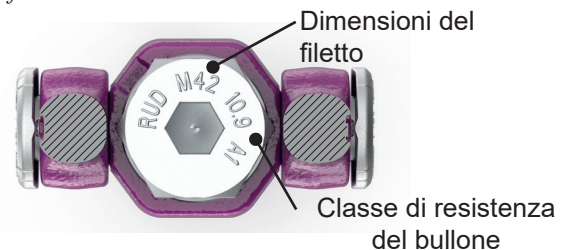
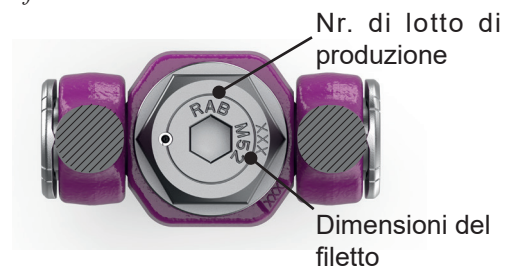
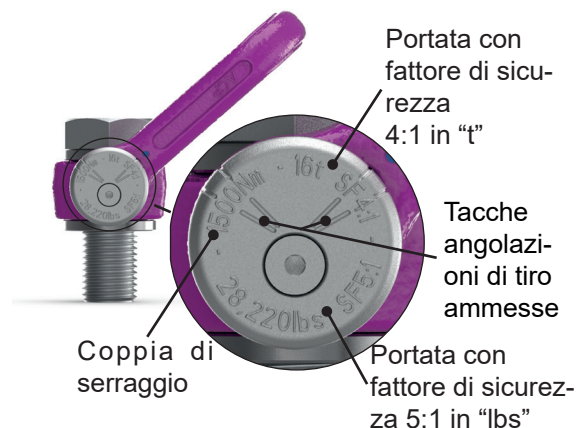

Fig. 2: ACP M36-M48 o 1 1/2"-2" -
Fig. 3: ACP M52-M100 o 2 1/2"-4" -
Fig. 4: ACP M36-M100 o 1 1/2"-4" -
- **M36-M100 o 1 1/2" - 4"**: Le informazioni sono riportate sul disco deviatore e sulla testa del bullone (vedi Fig. 2, Fig. 3 e Fig. 4).